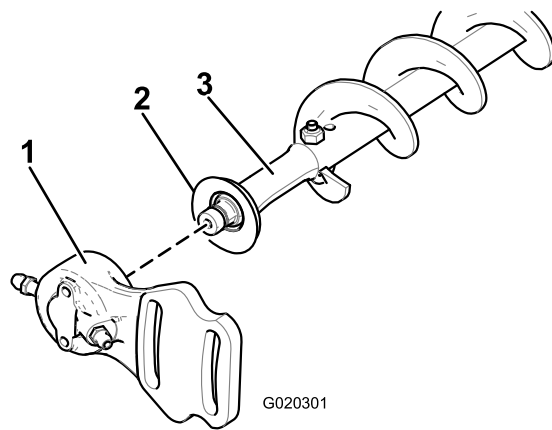

図 17
2. ブラシのシャフトから、非駆動側ベアリングハウジングとエクスクルーダシールを外す 図 17。